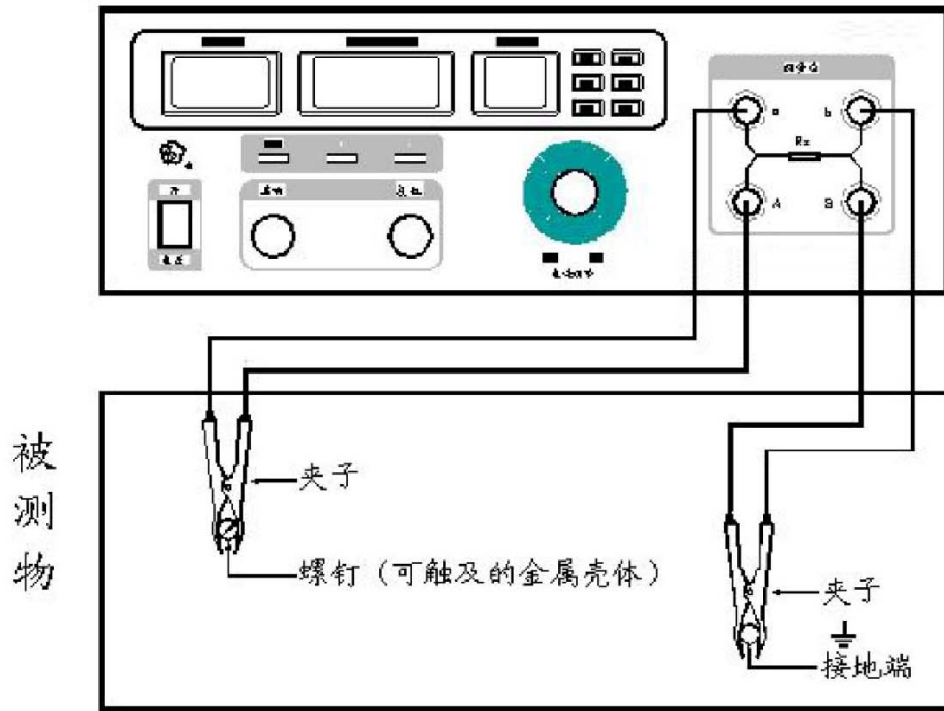
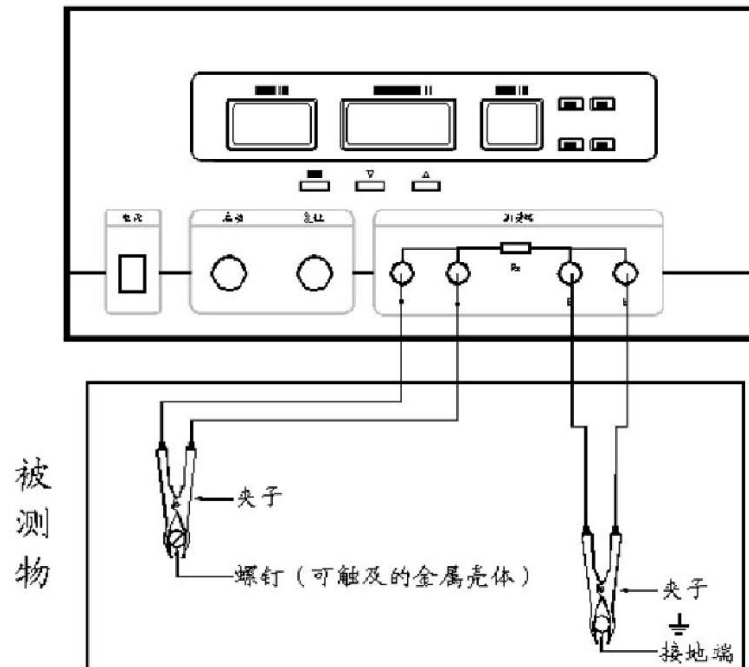

图 4 YER2582A 接线图
图 5 YER2582 接线图
3.2 按图4或图5正确接线。将一副（二组）测试线，红线组中粗、细测量棒一端分别插入测试仪“A”、“a”测量端上（粗线对“A”，细线对“a”）；黑线组中粗、细测量棒一端分别插入测量仪“B”、“b”测量端上（粗线对“B”，细线对“b”），测量线另一端的夹子分别接被测设备保护可触及的金属壳体和接地端。